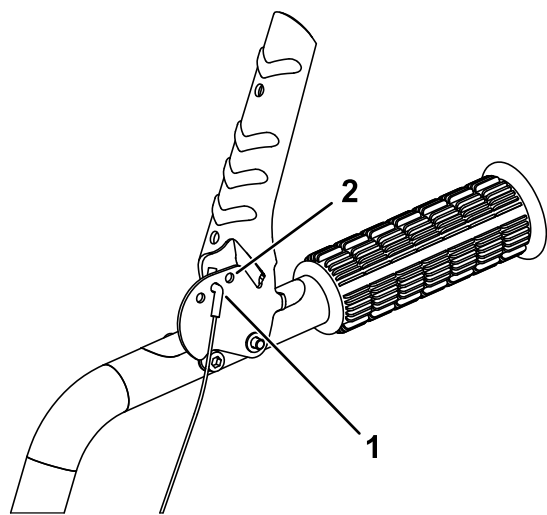

Figura 26
**Nota:** Si la tensión es incorrecta y no puede ajustar más las contratuercas, mueva el extremo en forma de Z del cable al orificio siguiente de la palanca de control de tracción, como se muestra en la Figura 26. Si la tensión sigue siendo incorrecta, cambie la correa.